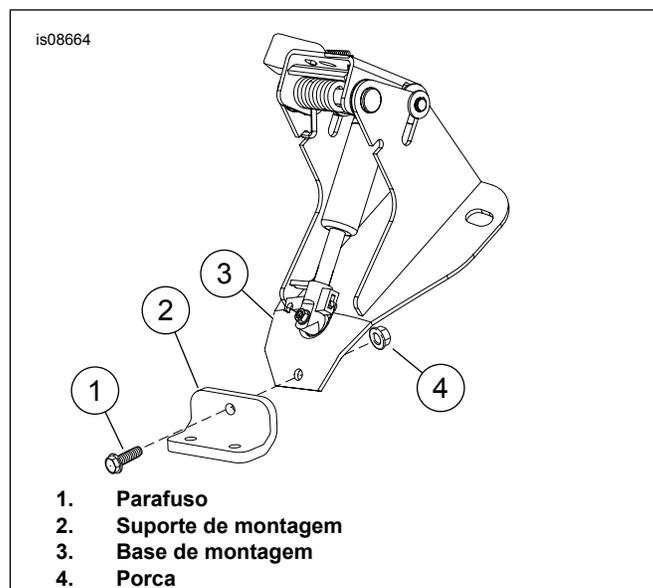

Figura 5. Instale o suporte
3. Ver Figura 5 . Encaixe o suporte de montagem (2) na base de montagem (3).
4. Instale o parafuso (1) e a porca (4), conforme demonstrado. Não aperte totalmente os prendedores.